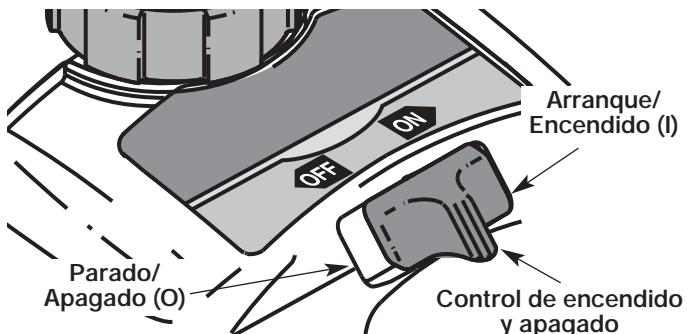
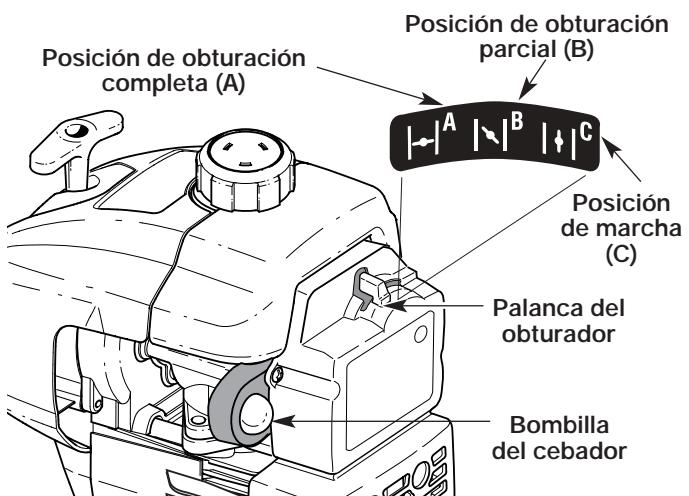

Figure 6
Figure 7
2. Coloque el control de encendido y apagado en posición de **ENCENDIDO (I)** (Fig. 6).
3. Oprima y suelte por completo la bombilla del cebador lentamente de 10 veces. El combustible debe estar visible en la bombilla (Fig. 7). Si el combustible no está visible, oprima tres (3) veces más o hasta que lo vea.
4. Coloque la palanca del obturador en posición de obturación **COMPLETA (A)** (Fig. 7).
6. Coloque la palanca del obturador en posición de obturación **PARCIAL (B)** (Fig. 7).
NOTA: *Si el motor se inunda al intentar arrancar la unidad, coloque la palanca del obturador en la posición de **MARCHA (C)** (Fig. 7). Oprima el control del regulador. Tire de la cuerda de arranque rápidamente. El motor debe arrancar luego de tres (3) a ocho (8) tirones.*
9. Oprima el control del regulador para calentar el motor de 5 a 10 segundos. Coloque la palanca del obturador en posición de **MARCHA (C)** (Fig. 7).
NOTA: *No es necesario usar el obturador cuando arranque un motor que ya está caliente. Coloque el control de encendido y apagado en posición de **ENCENDIDO (I)** (Fig. 6) y arranque en posición de obturación **PARCIAL (B)** (Fig. 7). Cuando arranque, ponga el obturador en la posición **MARCHA (RUN)** (C) (Fig. 7).*
2. Coloque el control de encendido y apagado en posición de **APAGADO (O)** (Fig. 6).